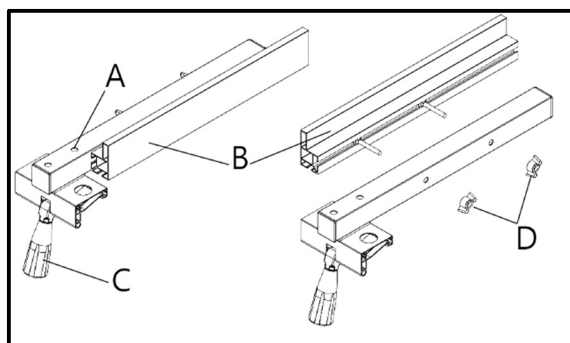

Рисунок 22.
- Ослабьте и снимите две ручки D (рис. 22)
Параллельность упора и боковой поверхности пильного полотна можно настроить, регулировочными винтами А (рис. 22).